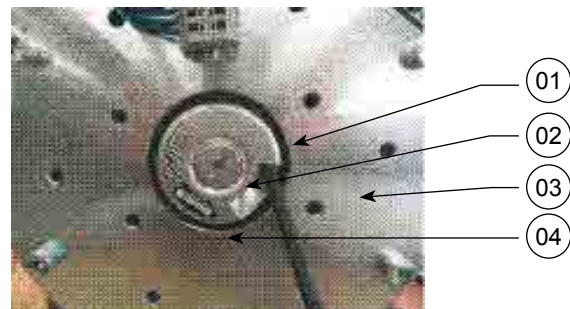
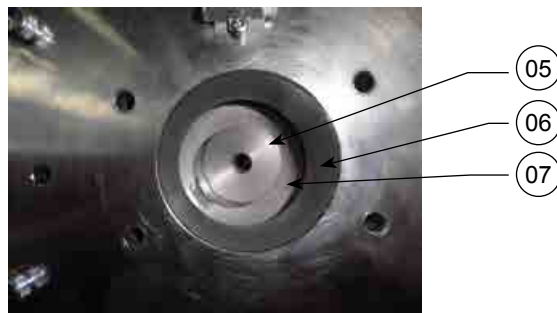

Fig. 7 : Fixation du codeur
Fig. 9 :
- Identifier le codeur grâce à la référence indiquée sur l'étiquette du codeur (Repère 4 fig. 7).
- Vérifier que le codeur livré est bien identique à celui du moteur (Repère 4 fig. 7).
**Important : ne pas démonter le frein (repère 3 fig. 7) car il est centré en usine au 1/10ème près par rapport au rotor à l'aide d'un outillage spécial.** Logement du codeur, alésage Ø65 du frein (repère 6 fig. 9) par rapport à l'arbre moteur (Repère 7 fig. 9).
- Dévisser (2 tours clé SW2) la vis de fixation de l'accouplement statorique du boîtier du codeur (repère 1 fig. 7) dans le logement de codeur du frein.
- Dévisser le bouchon (repère 2 fig. 7) du codeur (clé SW4 ou tournevis).
- Introduire la rondelle entraîneur de codeur (Repère 5 fig. 9) sur le bout d'arbre moteur (Repère 7 fig. 9). S'assurer de la bonne mise en place en tapant légèrement avec un jet et un maillet.
- Introduire le codeur dans son logement sur le frein (Repère 6 fig. 9) puis serrer la vis centrale Chc M5 X 50 (clé dynamométrique SW4) au couple de serrage 5 Nm 0/+0.5 Nm. Vis avec frein filet à utiliser 3 fois maximum.
- Serrer la petite vis Chc M2.5 (Repère 1 fig. 7) (clé tournevis dynamométrique SW2) de la vis de serrage de l'accouplement statorique du boîtier de codeur au couple de 1.25 Nm 0/-0.2 Nm.
- Revisser le bouchon (Repère 2 fig. 7) du codeur (clé SW4 ou tournevis).